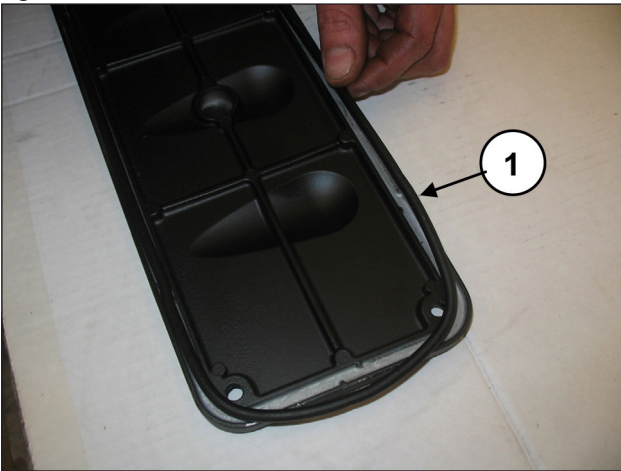
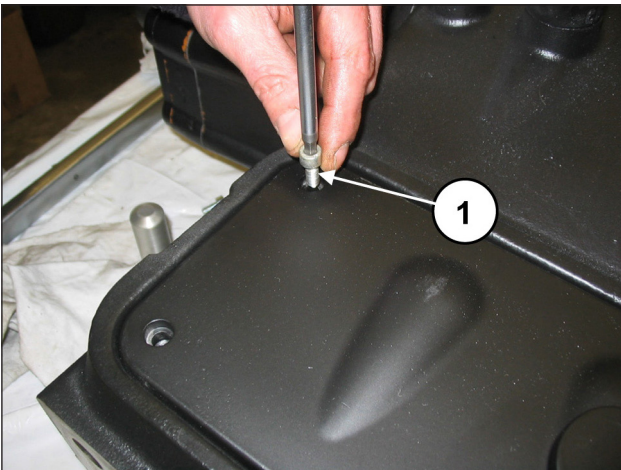

Fig. 185
Fig. 186
Introducir la junta tórica (pos. ①, Fig. 185) en las tapas de inspección y montar las tapas con 4+4 tornillos M6x14 (pos. ①, Fig. 186).